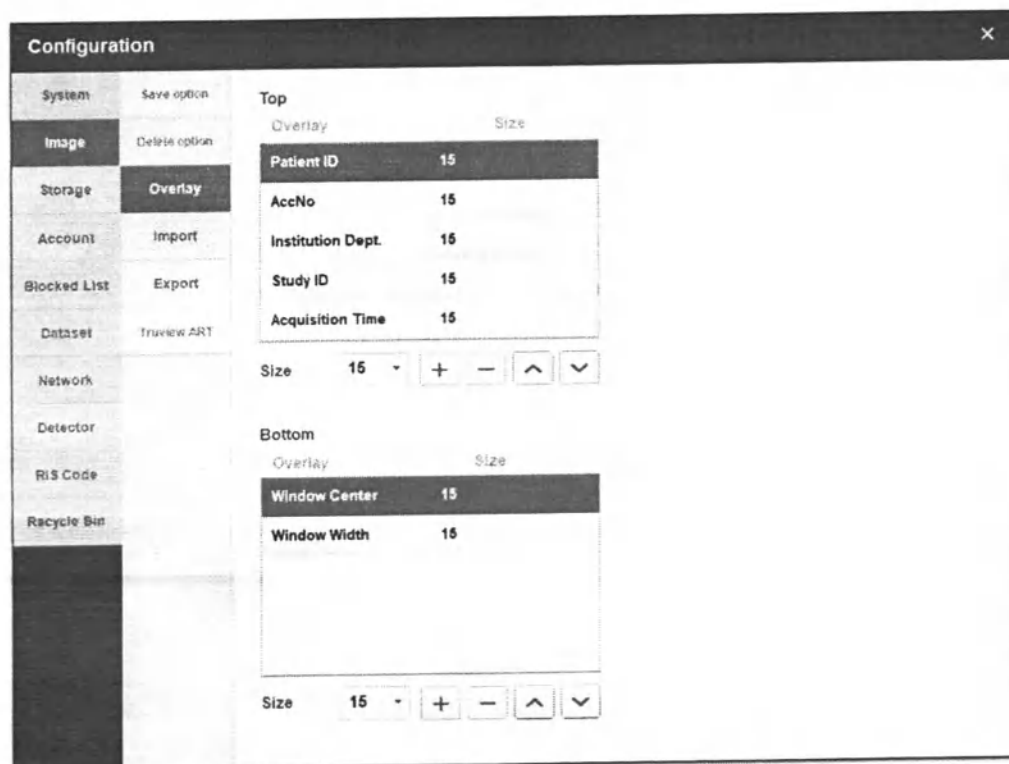

Рис. 3.41 Конфигурация Оверлея.
(1) Тип и Размер Шрифта Зарегистрированного Оверлея.
(2) Значок Редактирования
- Следующее окно, показанное на рис. 3.41 появиться при нажатии на этот значок.